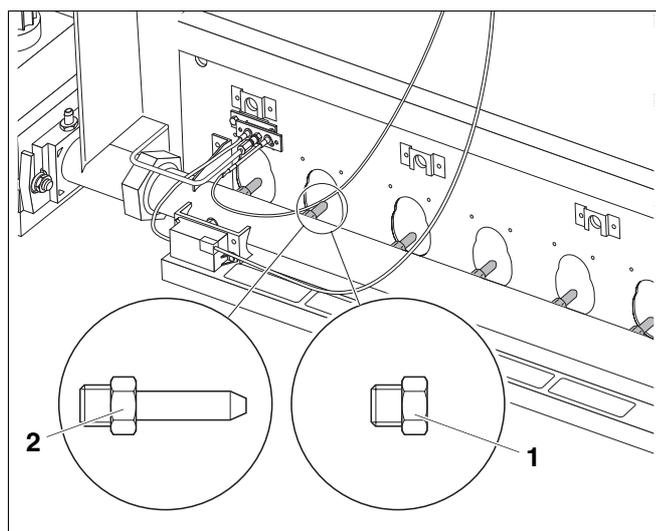

Fig. 27 Controllare gli ugelli del gas principale
- Controllare gli ugelli del gas principali (fig. 27) e sostituirli con quelli del nuovo tipo di gas. Nel farlo, inserire nuove guarnizioni e verificare gli ugelli in base al contrassegno (tab. 20).